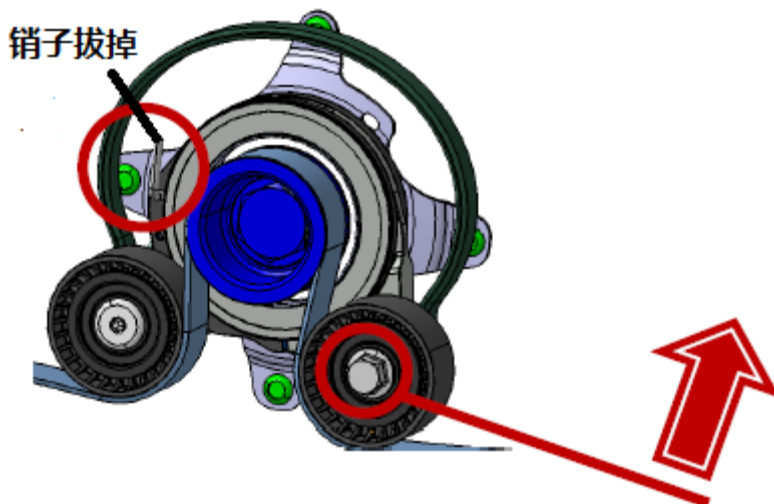
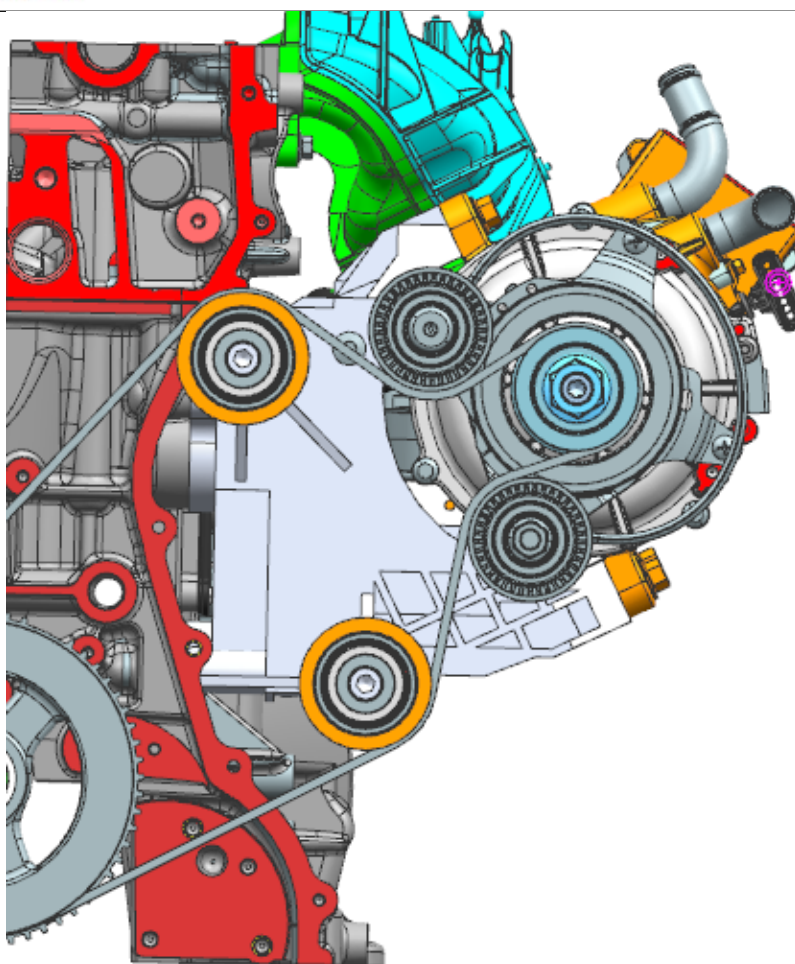
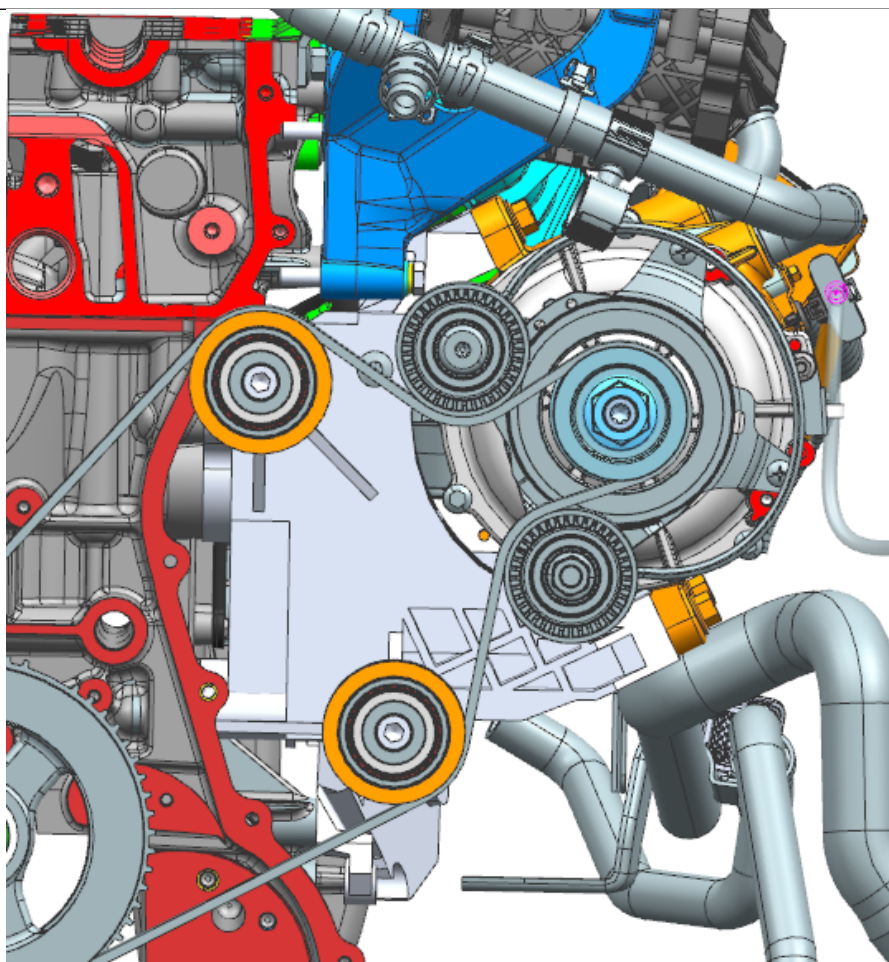

图3.7
图3.8
图3.9
步骤③ 将皮带套在轮系上，用套筒将张紧轮逆时针转，然后拔掉张紧器上的销(如图3.7)，张紧器张紧皮带完成安装(如图3.8)，将进出水软管与电机进出水管连接，安装真空泵(如图3.9)，